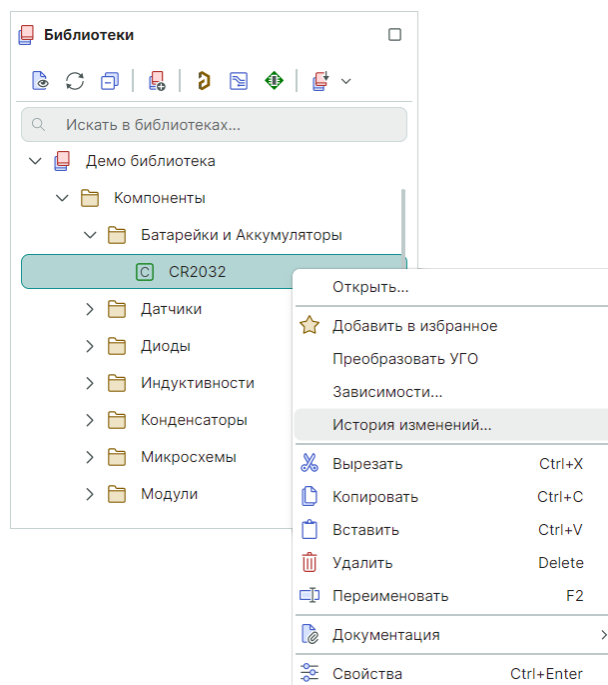

Рис. 332 Переход к истории изменений компонента из контекстного меню
- в функциональной панели «Библиотеки» из контекстного меню компонента выбрать пункт «История изменений...», см. Рис. 332.